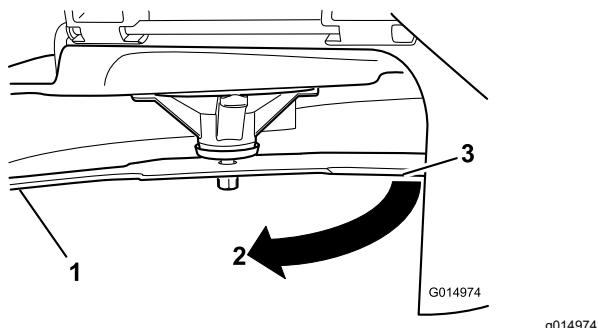

Figure 78
3. Mesurez la distance entre la lame et la surface (A)
4. Tournez la même lame de 180 degrés pour amener le tranchant opposé à la même position (Figure 78).